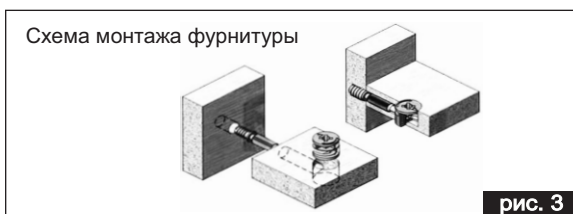
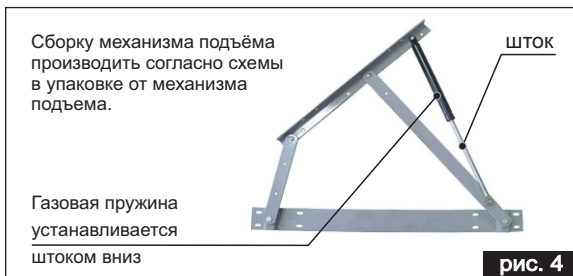

рис. 3
рис. 4
- 3** Взять царгу боковую (2) (правую), соединить ее со спинкой (1) евровинтами и притянуть кронштейн винтами m8x20. Соединить перегородку (4) с боковой царгой (2) (правой), установив ее на соединительные болты и шканты установленные в царге, затянуть эксцентрики (рис.3). Соединить царгу боковую (2)(левую) с перегородкой, совместив отверстия в перегородке с установленными соединительными болтам и шкантами на царге, затянуть эксцентрики. Так же притянуть царгу боковую (2) (левую) к спинке (1) евровинтами и винтами m8x20. В царгу переднюю (3) установить соединительные болты и шканты в намеченные отверстия. Соединить царгу переднюю (3) с боковыми царгами, совместив соединительные болты и шканты с отверстиями на торцах царг, затянуть эксцентрики. Так же винтами m8x20 притянуть кронштейны, с помощью болтов m8x45 прикрепить стяжку угловую.
- 4 ДНО.** К обеим частям дна (5) прикрепить опоры ОРК-50 с помощью саморезов 3,5x9,5, согласно разметке. Вложить дно в основание кровати. В вентиляционные отверстия установить декоративные заглушки. Закрывать эксцентрики и евровинты заглушками.
- 5 УСТАНОВКА ПОДЪЕМНОГО МЕХАНИЗМА.** К боковым царгам 3 с помощью болтов M8x20 прикрепить механизм подъема с уже установленными газлифтами (установить газлифты согласно схемы, вложенной в упаковку с ортопедическим основанием) (рис.4). Уложить ортопедическое основание в собранный короб кровати (с прикрученными к боковым царгам 3 механизмами подъема). К раме ортопедического основания прикрутить механизм подъема с помощью крепежных элементов (согласно схемы, вложенной в упаковку с ортопедическим основанием). На нижнюю часть ортопедического основания, в местах, где основание ложится на центральную перегородку 4, наклеить демпферы войлочные. Закрепить матрасодержатели на раме ортопедического основания, для поддержки матраса во время подъема. К центральной продольной штанге ортопедического основания установить ручку-ремень (узлом внутрь, чтобы при подъеме/опускании ремень не терся о внутреннюю часть царг).